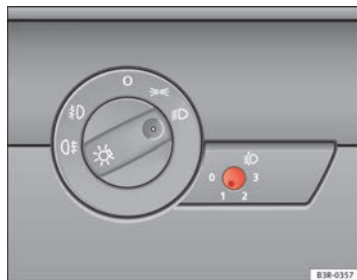

Fig. 88 Dispositif de réglage du site des phares
- Appuyez brièvement sur le bouton  $\Rightarrow$ fig. 88 afin de le dégager de sa position de réglage.